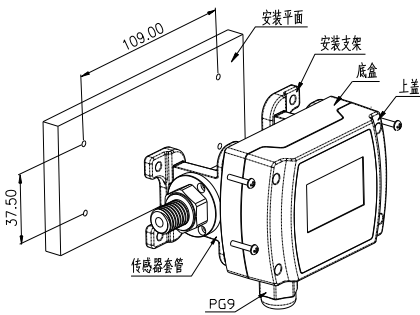

图 1
1. 安装支架辅助方式：如图 1，此安装方式为平面安装。把安装支架装配在传感器套管底部，再把变送器固定到安装平面上。